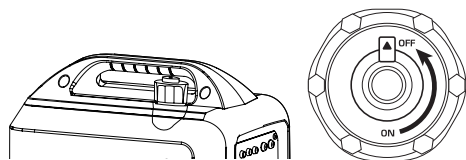

Fig.5
7. Après l'arrêt, laissez refroidir le groupe électrogène et fermer l'évent sur le bouchon du réservoir de carburant (position « OFF », Fig. 5)